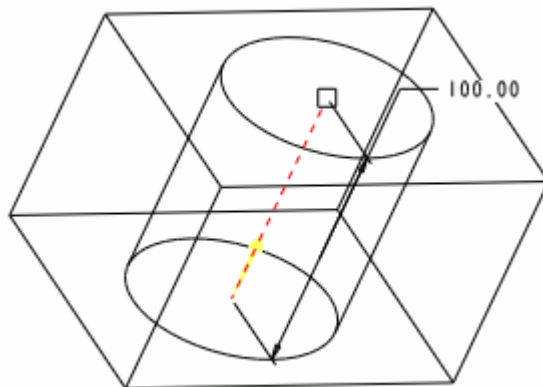

图 1-6
- (8) 单击预览按钮 ，模型如图 1-6 所示，单击拉伸特征操控板中的  按钮，完成本次拉伸特征建立。